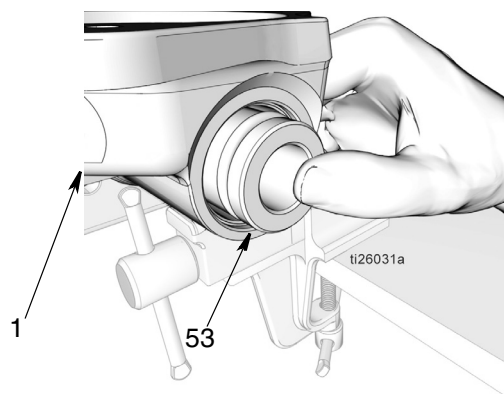

FIG. 43
- d. Utilizzare i pollici per premere la manica (53) nella base della pompa (1). Successivamente, utilizzando un'asta morbida, premere la manica completamente verso il basso, per quanto possibile (FIG. 43).